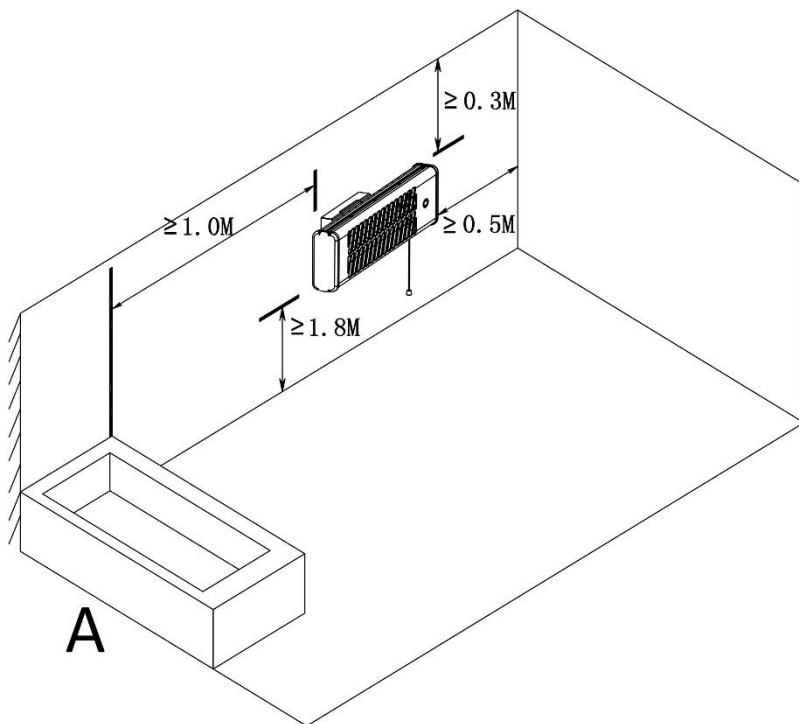
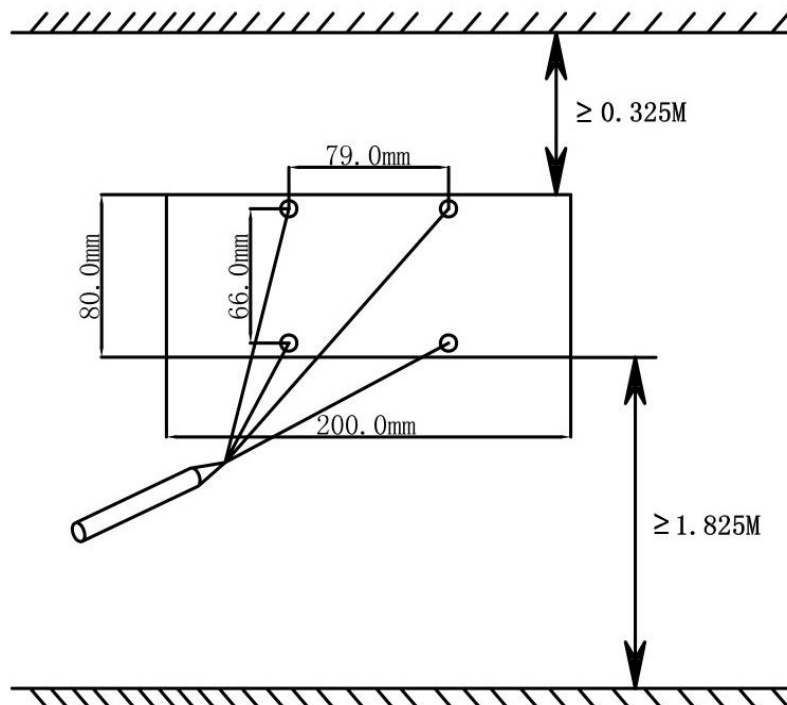

Bild 3
Bild 4
20. Håll säkerhetsavstånden enligt de europeiska standarder och nationella bestämmelser som anges i bild 3.
2. Kvartrsröret får endast installeras i ett horisontellt läge. installera inte i tak eller vertikalt. Vid installation, säkerställ det minsta avstånd som anges i bild 3. Värmeelementet måste monteras minst 1 800 mm ovanför golvet, 300 mm under taket och 500 mm från sidovägg(ar).
3. Hitta ett lämpligt läge som inte blockerar åtkomsten till sladdströmställaren och brytaren, respektera alltid säkerhetsavstånden som anges i bild 3. Markera hålen på väggen där värmeelementet ska monteras. Ta måtten i bild 4 som referens. Markera ett kors i mitten av hålet för exakt borrhning (se bild 4).